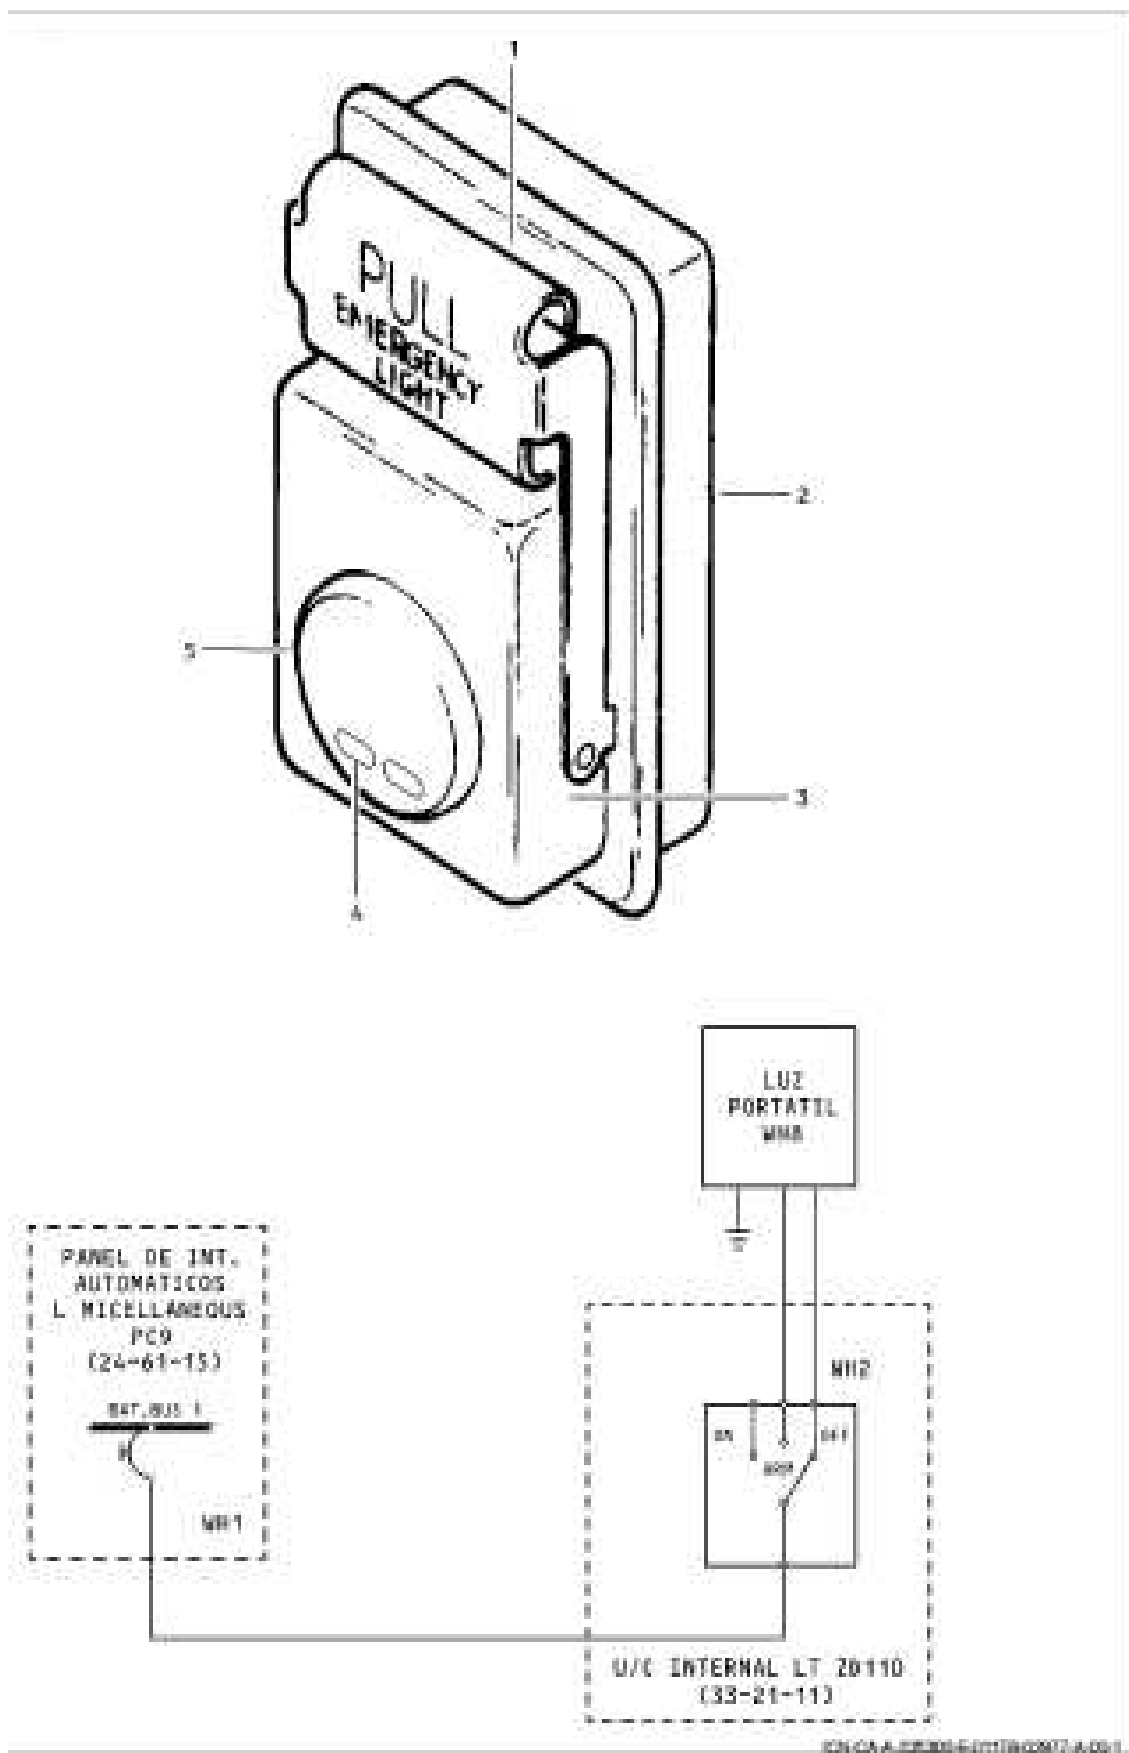

Figura 2 Luz Portátil de Piloto
La fuente de alimentación por batería (1) consiste en una caja rectangular provista de cuatro puntos de fijación (5), que han sido tratados para dar conexión a masa (figura 2). Una tapa (3), sujeta por cuatro broches rápidos (2), puede ser desmontada para la sustitución de las baterías interiores. Un conector (4) de conexión eléctrica está situado en uno de los extremos de la unidad (1).
La luz portátil (3) está sujeta a un conjunto de base (2) mediante un asa (1) (figura 2). En la parte posterior del conjunto de base (2) hay tres terminales para la conexión eléctrica. Detrás de la lente (5) hay dos luces indicadoras (4) que se encienden cuando la unidad recibe alimentación de 28V c.c..
La alimentación de 28V c.c. está conectada al terminal de carga de la luz cuando el interruptor automático WH1 está metido y el interruptor WH2 está en posición OFF (figura 2). Las baterías internas se cargan y el circuito de activación de la luz está inhibido.